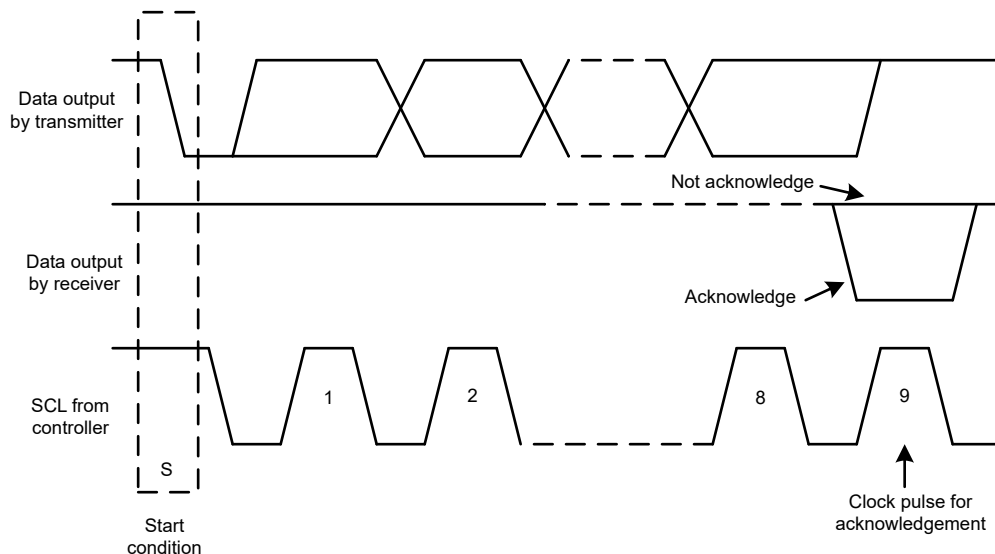
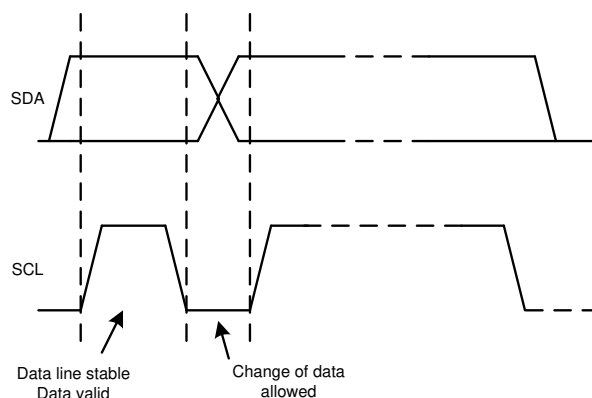

图 6-19. I²C 总线上的确认和非确认
图 6-21. 在 I²C 总线上的位传输
除了特定的时序信号外，I²C 接口还使用串行字节。在每个字节结束时，第九个时钟周期产生并检测确认信号。确认是指 SDA 线在第九个时钟周期的高电平期间被拉低。图 6-19 所示为非确认，是指 SDA 线在第九个时钟周期的高电平期间保持高电平。
2. 控制器随后产生 SCL 脉冲，并在 SDA 线上发送 7 位地址和读取/写入方向位 ($\overline{R/W}$)。在所有传输期间，控制器确保数据有效。图 6-21 显示，有效数据条件要求 SDA 线在时钟脉冲的整个高电平期间保持稳定。所有器件都识别控制器发送的地址，并将其与相应内部固定地址进行比较。只有具有匹配地址的目标器件才会通过在第 9 个 SCL 周期的整个高电平期间拉低 SDA 线来生成确认 (另请参阅图 6-19)。当控制器检测到此确认时，则表示与目标的通信链路已建立。